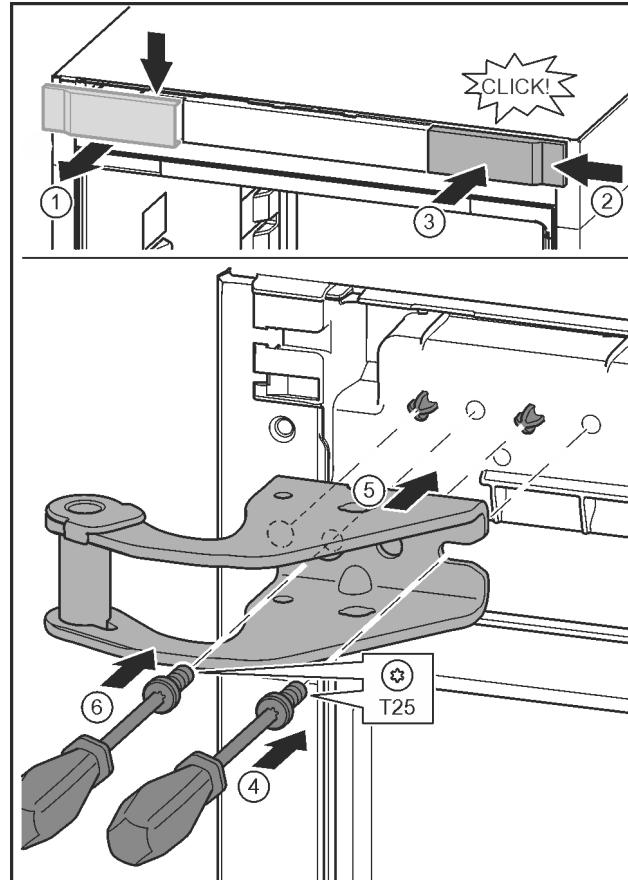

Fig. 26
- Отпустить крышку и снять сбоку. Fig. 26 (1)
- Навесить крышку, повернув ее на 180°, справа с другой стороны. Fig. 26 (2)
- Крышку зафиксировать. Fig. 26 (3)
- Установить винт отверткой T25. Fig. 26 (4)
- Установить верхний опорный кронштейн. Fig. 26 (5)
- Затянуть винт. Fig. 26 (4)
- Вставить и затянуть винт отверткой T25. Fig. 26 (6)